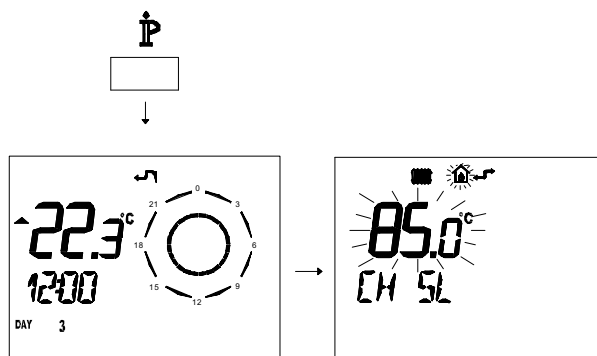

Figura 5.50
- Premere per più di 3 secondi il pulsante  per entrare in modalità *INFO* (Figura 5.50).